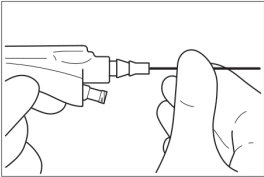

Figura 2
2. Introduzca la fibra en la luz activa del XprESS (figura 2).